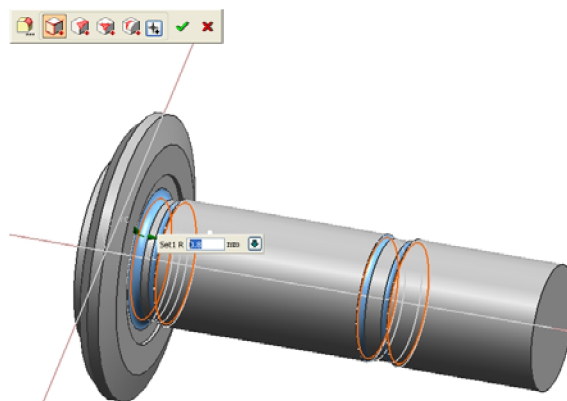

Рис. 127. Создание скругления
6. Выполните скругление радиусом 0.8 мм в выборке между резьбой и телом болта и телом болта и головкой: **Insert** → **Detail Feature** → **Edge blend...** Выберите соответствующие кромки в выборках, задайте радиус 0.8 мм и нажмите **OK** (рис.127).